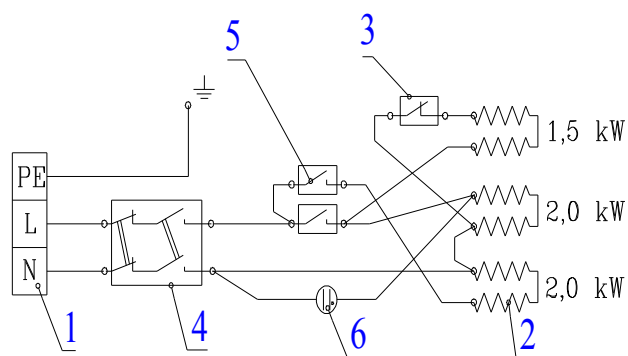

Rys. 1 Budowa ogrzewacza
- zaznaczyć punkty mocowania ogrzewacza /pkt.8 i 12 rys.1/ oraz punkt wprowadzenia przewodu elektrycznego /pkt.4 rys.1/;
- sprawdzić, czy styki wyłącznika termicznego /pkt.7 rys.1/ są załączone; jeżeli styki są otwarte, nacisnąć izolowanym narzędziem we wskazanym na rys.1 miejscu, aby zamknąć styki;
Powodem zmniejszenia przepływu może też być zanieczyszczone sitko (poz.18 rys.1) będące częścią zaworu zwrotnego. używając igły lub cienkiego szydełka należy wyjąć korpus zaworu zwrotnego z sitkiem. Przy usytuowaniu ogrzewacza rurkami do dołu przy wyjmowaniu korpusu zaworu wyleci tłoczek. Elementy zaworu należy przeczyścić usuwając zanieczyszczenia i osady. Elementy zaworu założyć w sposób pokazany na rys.10 tzn. na korpus nałożyć tłoczek i całość wsunąć do rurki dolotowej.